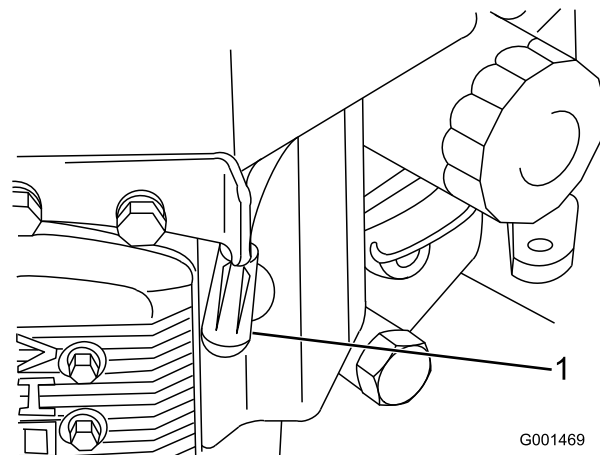

Figura 38
3. Scollegate il cappello dalla candela (Figura 38).